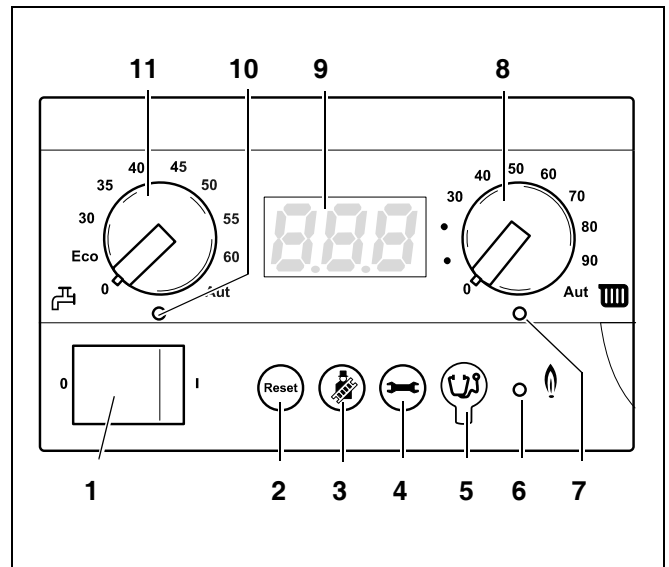

Fig. 5 Contrôleur de base BC10
La touche "Ramoneur" (fig. 5, **pos. 3**) permet de piloter la chaudière en mode manuel lorsque, par ex., la régulation de l'installation de chauffage (par ex. le module de commande) est défectueuse.
La touche "Affichage d'état" (fig. 5, **pos. 4**) permet d'afficher la température actuelle d'eau de chaudière, la pression actuelle de l'installation, etc... Voir également chapitre 5.1.1, page 16.
L'installateur peut raccorder ici une fiche de diagnostic (Service Tool) (fig. 5, **pos. 5**).